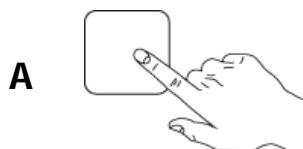

Fig.13
- 4- Fermer la porte et appuyer sur le bouton "A". (Fig.13)